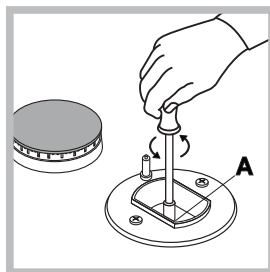

fig.7
- desenrosque os bicos (fig. 7), mediante uma chave de tubo de 7 mm e troque-os por apropriados ao novo tipo de gás (veja a tabela 1 “Características dos queimadores e bicos”).